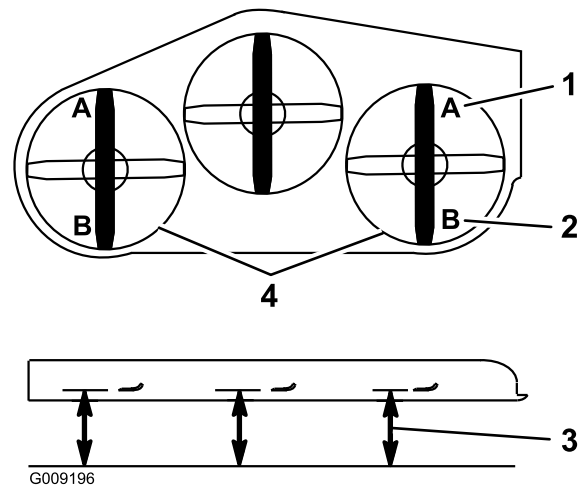

Bild 85
9. Messen Sie an beiden Seiten des Mähwerks den Abstand von der ebenen Fläche bis zur vorderen Messerspitze (Stellung A). Der Wert muss mindestens 7,6 cm betragen (Bild 85).
15. Messen Sie an beiden Seiten des Mähwerks den Abstand von der ebenen Fläche bis zur hinteren Messerspitze (Stellung B). Der Wert muss mindestens 8,3 cm betragen (Bild 85).